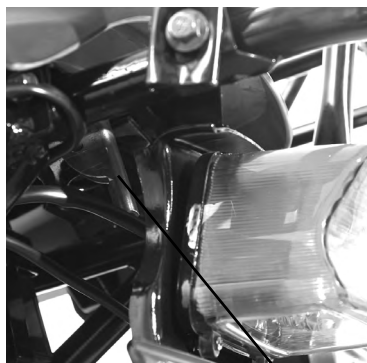

Рис. 10 Замок седла
**Замок седла** (рис. 10). Для открывания подседельного отсека необходимо: Освободить от запора заднюю часть седла, (потянув назад за рычаг, под задней частью седла, рис. 10, поз. 1). После этого, перемещая седло назад, вынуть его из зацепов (сначала в центре седла, а затем и из зацепа на баке) и снять седло. Для закрывания подседельного отсека необходимо сначала завести переднюю часть седла в зацеп на баке, затем зацепы в средней части седла и нажать на заднюю часть седла до щелчка. Попробуйте приподнять седло снова, чтобы убедиться, что замок надежно заперт.